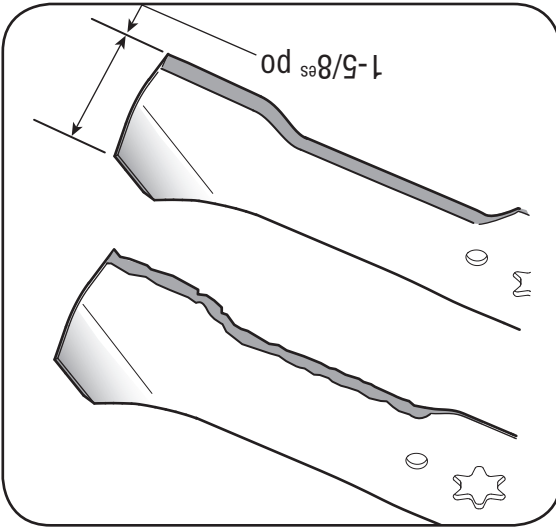

Figure 6-6
- IMPORTANT:** Si le bord tranchant a déjà été aiguisé et qu'il reste moins de 1-5/8es po à l'aileron, ou si une séparation des couches métalliques s'est produite, remplacez les lames. Voir la Figure 6-6.